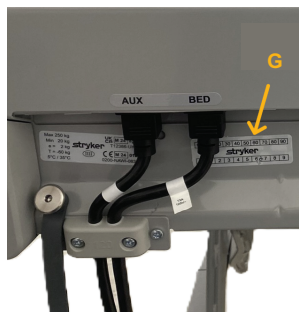

Figure 34 – Étiquette du compteur d'étalonnage
4. Retirer l'étiquette du compteur d'étalonnage du système de pesée actuel (Figure 34).
6. Apposer l'étiquette du compteur d'étalonnage du système de pesée perforée sur le produit (Figure 34).